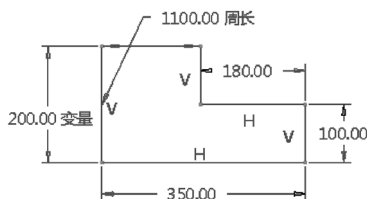
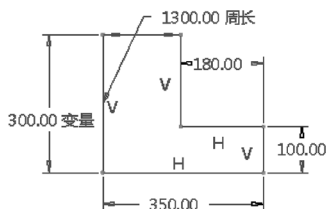

图 2-65 创建周长尺寸
图 2-66 修改周长尺寸
3) 系统提示选择由周长尺寸驱动的尺寸。在图2-65所示的图形中选择“200”尺寸作为可变尺寸。此时系统显示周长尺寸和可变尺寸。
假设在图2-65所示的示例中,将周长尺寸修改为“1300”,则可变尺寸被驱动,结果如图2-66所示。